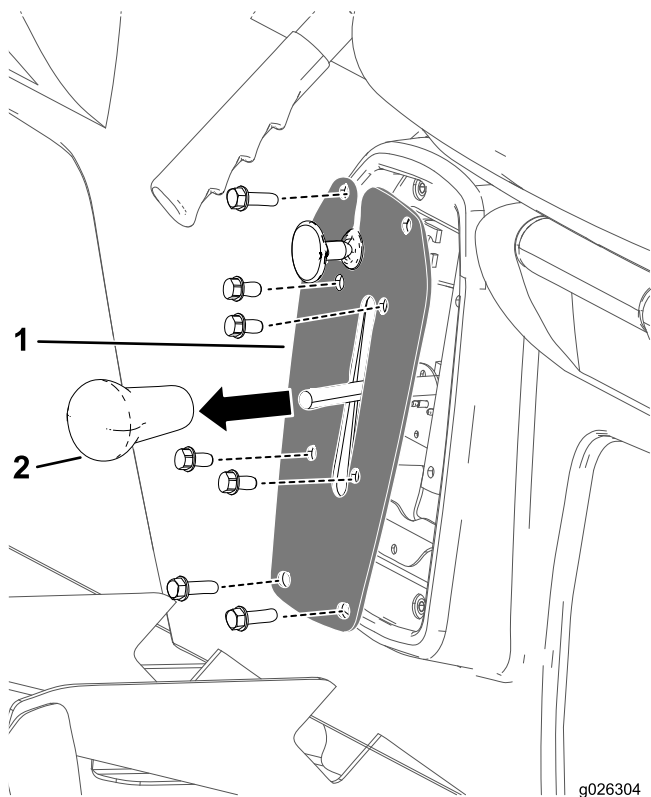

図 49
1. ギアシフトレバーからノブを外す 図 49。
2. シフタープレートをシフターブラケットに固定しているボルト4本を外す 図 49。
3. シフタープレートをシートベースに固定しているボルト4本を外してシフタープレートを外す 図 49。
- ギアシフトレバーにシフトノブを手締めで取り付ける 図 49。